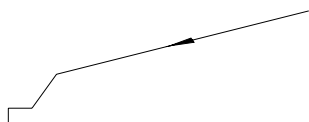

图 4-8b G33 执行轨迹 2
- ① Z 轴方向的移动，与上述过程完全相同； X 轴则根据 H 选择在不同的位置点开始提前退尾； X 轴退尾是按 $G00$ 速度移动的，也有一个升速、恒速、降速的过程； X 轴距离 I 越大，效果越好，如果条件允许，应大于 40 mm 。
- ② 若 $H=1$ ，则当 Z 轴正好移动到降速点 C 时， X 轴开始提前退尾，不受 K 值的限制；最终移动到 E 点。
- ③ 若 $H=0$ ，则当 Z 轴移动到距终点 D 还剩下 K 的距离（ K 点）时， X 轴开始提前退尾，最终移动到 E 点。如果 K 值大，则在 BC 段中间开始退尾，会造成过早退尾，其轨迹形态如下图 4-8b；如果 K 值小，则在 CD 段中间开始退尾。